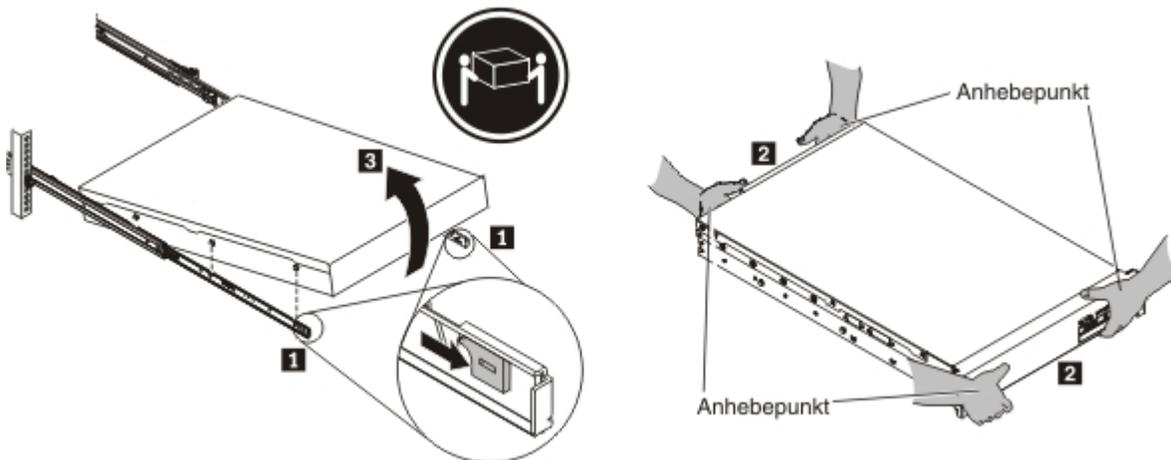

Abbildung 20. Gerät an der Vorderseite entriegeln und drehen
**Anmerkung:** Halten Sie das Gerät beim Anheben an den Stellen, die in Abb. 20 mit **2** gekennzeichnet sind.
1. Entriegeln Sie das Gerät an der Vorderseite und drehen Sie das Gerät wie in Abb. 20 angegeben.